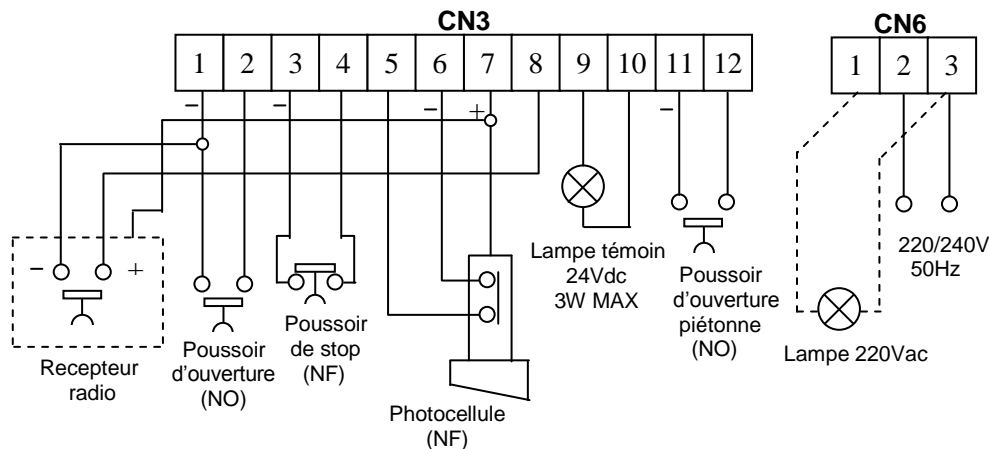

Fig. 2
2. Effectuer le câblage selon le schéma Fig. 2 et alimenter l'armoire de commande.